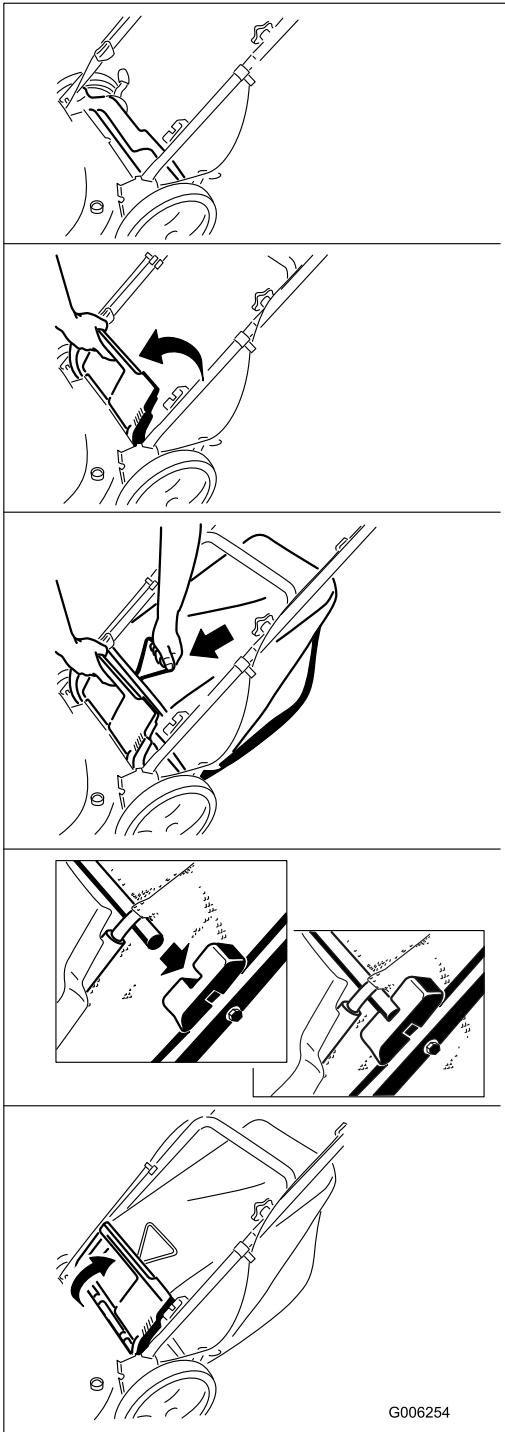

Figura 19
2. Instale la bolsa de recortes (Figura 19).